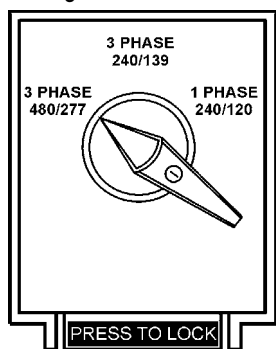

Figure 24. Position 3Ø-480/277V du sélecteur de tension
1. Placez le sélecteur de tension dans la position 3Ø 480/277V comme l'indique la Figure 24.